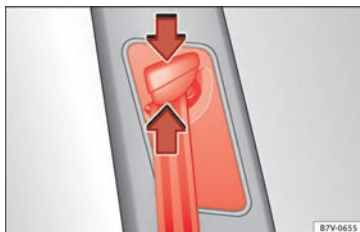

Fig. 90 Junto a los asientos delanteros: regulador de la altura del cinturón.
- Mantenga presionado el dispositivo-guía en el sentido de la flecha » » » **fig. 90.**